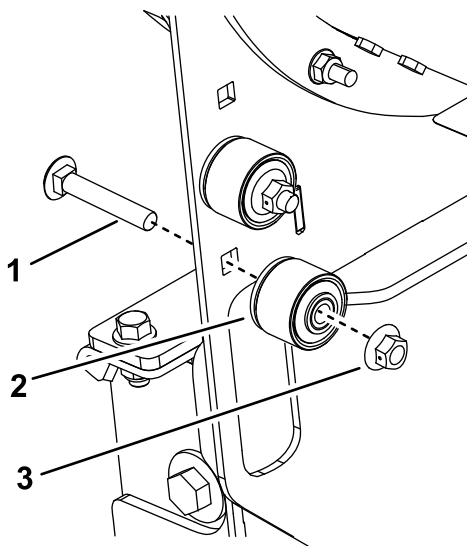

Figure 31
10. Rangez les bagues sur le côté gauche du cadre de la souffeuse à l'aide des fixations (Figure 31).